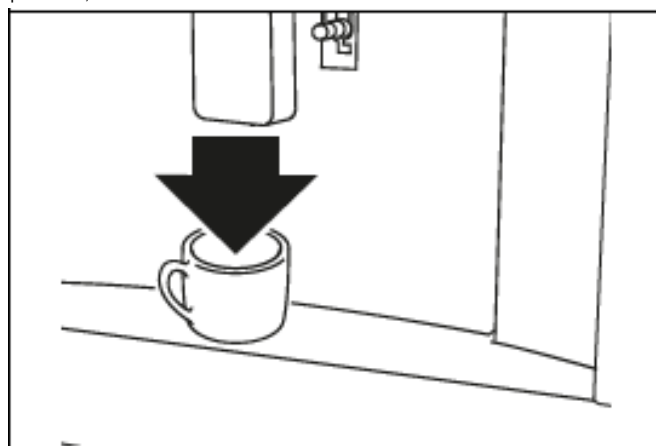

Рис. 25
3) Опустите носики как можно ближе к чашке (рис. 25): так кофе получится более кремовым;
- 4) Поставьте чашку под носики подачи кофе (A13) (рис. 25).